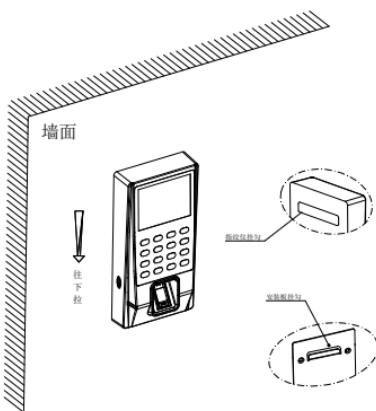

图 5-2
- 2、将指纹仪挂钩和安装板挂钩对准，并往下拉指纹仪，直至挂住为止，然后可以将手移开，如图5-2所示